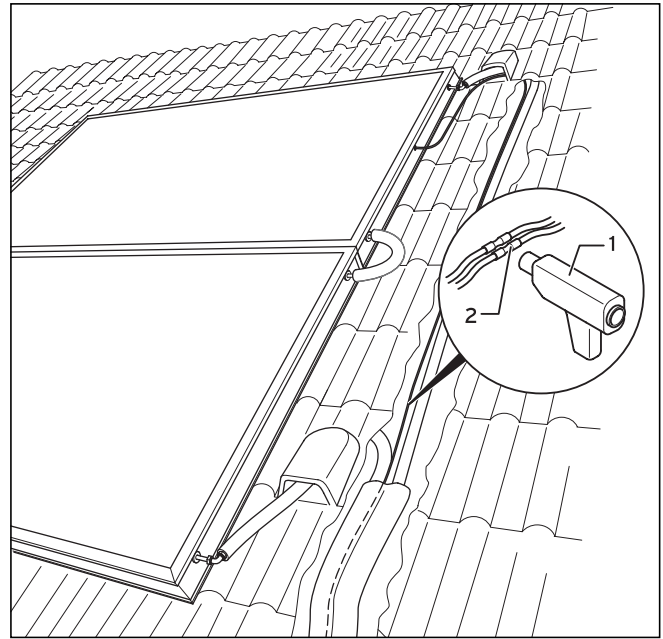

Bild 3.24 Anslutning av sensorkabel
- Anslut sensorkabeln och elkabeln i solvärme-kopparröret 2 i 1 med den bifogade skarvkopplingen (2) enligt den bifogade montageanvisningen. Krymp skarven så att den blir tät med en varmluftspistol (1, se bild 3.24).